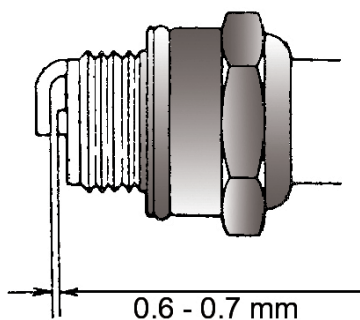

Fig. 13
- El espacio entre los polos de la bujía es 0.6-0.7 mm, comprobar esta separación a menudo. Si es demasiado grande o pequeño, ajustarlo correctamente a dicha separación, (fig.13).